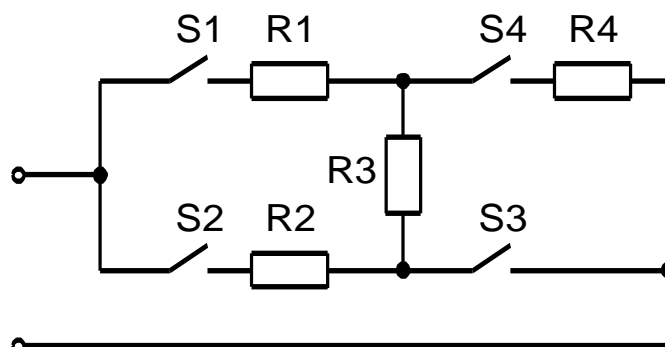

Рис.2
22. До електричного кола прикладена напруга 30 В, опір усіх резисторів по 10 Ом. Яка напруга буде на резисторі R3, якщо включити вимикачі S1 і S3? (Рис.2)